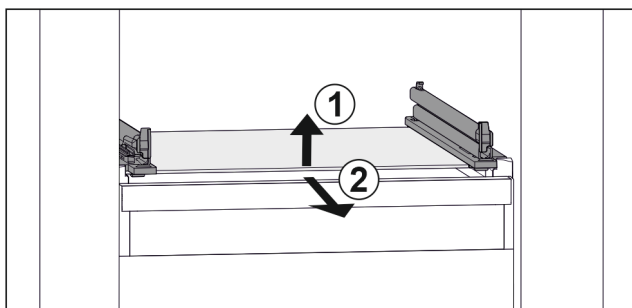

Fig. 97 Příklad znázornění skleněné desky
- ▶ Nadzvedněte skleněnou deskou vpředu. Fig. 97 (1)
- ▶ Vyjměte skleněnou deskou dopředu. Fig. 97 (2)